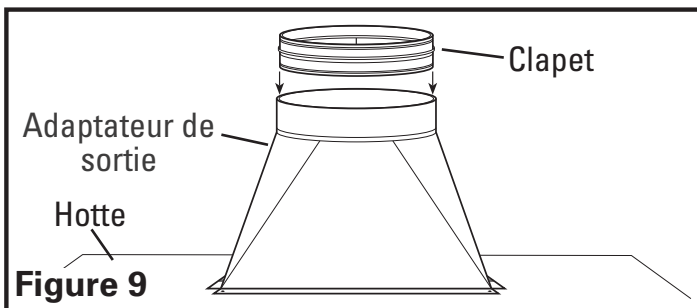

Figure 9
3. Il est fortement recommandé qu'un clapet anti-retour soit installé pour prévenir que l'air extérieur circule vers la maison. Choisir un clapet anti-retour (disponible séparément) de taille appariant le diamètre de l'adaptateur de sortie. Fixer le clapet anti-retour dans l'adaptateur de sortie, faire l'ajustement serré dans l'ouverture ronde de l'adaptateur jusqu'à ce qu'il soit complètement inséré, en vous assurant que le clapet s'ouvre en provenance de la hotte sinon le débit d'air sera restreint (Figure 9).